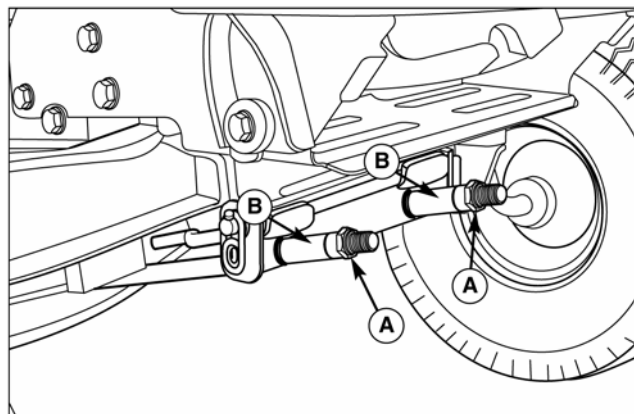

Рис. 29. Боковое выравнивание
3. Чтобы поднять переднюю часть деки, затягивайте контргайку (А, рис. 29) напротив втулок (В). Чтобы опустить переднюю часть деки, ослабьте контргайки (А). Гайки должны быть повернуты ровно с обеих сторон, чтобы сохранить уровень деки.